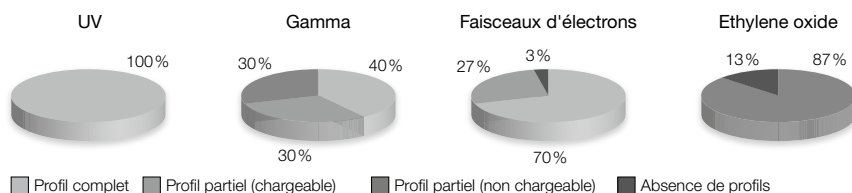

Figure 1 Selon Shaw et al, 2008, Comparison of the effects of sterilization techniques on subsequent DNA profiling. *Int J Legal Med* 122 : 29–33.
NucleoSpin® Tissue XS est souvent utilisé dans des applications très sensibles et le processus de fabrication a donc été optimisé pour réduire le risque de contamination par l'ADN. MACHEREY-NAGEL dispose d'un processus de production rigoureusement contrôlé afin d'éviter la contamination des consommables par l'ADN. En outre, MACHEREY-NAGEL utilise un traitement à l'oxyde d'éthylène (OE) pour éliminer l'ADN amplifiable qui pourrait encore être introduit au cours du processus de fabrication. Les produits MACHEREY-NAGEL portant le logo de qualité forensic contiennent des composants plastiques traités à l'oxyde d'éthylène. Cela signifie que l'ADN, quel qu'il soit, qui pourrait encore être introduit dans les consommables en plastique au cours du processus de production, est inactivé par le traitement à l'oxyde d'éthylène, afin d'empêcher la génération d'un profil humain accidentel par amplification PCR. Le traitement à l'oxyde d'éthylène s'est révélé être la méthode de choix pour prévenir les profils d'ADN dus à la contamination par l'ADN (Shaw et al. 2008 ; Figure 1).
Un volume d'élution de 20 µL est recommandé par défaut, cependant des volumes allant jusqu'à 5 µL peuvent être appliqués sur la colonnes XS. Une réduction du volume d'élution de 20 µL à 5–15 µL augmentera la concentration d'ADN alors que le rendement total d'ADN n'est que légèrement affecté. Une augmentation du volume d'élution à 30 µL ou plus augmentera légèrement le rendement total d'ADN mais réduira la concentration d'ADN. La figure 1 donne une description graphique de la corrélation entre le volume d'élution et la concentration d'ADN et vous aidera ainsi à trouver le volume d'élution optimisé pour votre application.